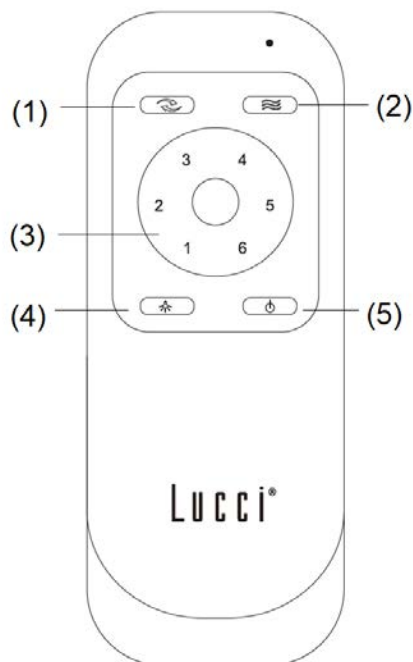

Fig. 10b
2. Glissez la télécommande dans le support. (Fig. 10b)